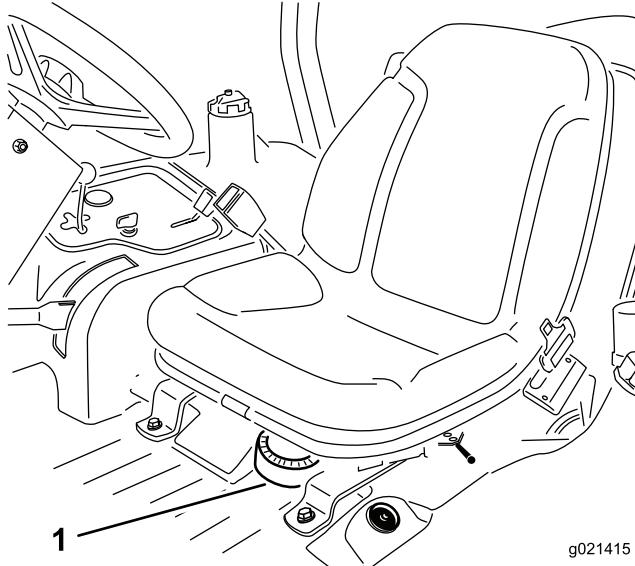

Figura 49
1. Togliete il sedile dalla macchina per accedere alla pompa del carburante (Figura 49).